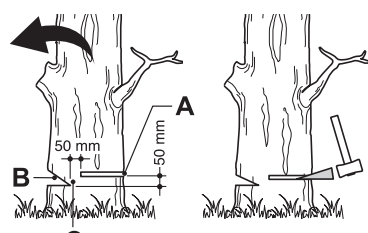

Fig. 38
Effectuez une entaille (Fig. 38, B) d'une profondeur égale à 1/3 du diamètre de l'arbre, perpendiculairement au sens de la chute (Fig. 38). Faites la coupe horizontale en premier. Ainsi, la chaîne et le guide-chaîne ne risqueront pas d'être coincés dans le bois lorsque vous ferez la deuxième entaille.
- > Le trait d'abattage (Fig. 38, A) doit être situé au moins 5 cm au-dessus de la ligne horizontale de l'entaille d'abattage (Fig. 38), et il doit être strictement parallèle à celle-ci. Laissez entre l'entaille et le trait d'abattage une épaisseur de bois assez conséquente pour pouvoir constituer une charnière. La charnière (Fig. 38, C) a pour but d'éviter que l'arbre ne pivote et tombe dans la mauvaise direction. Ne la coupez pas.